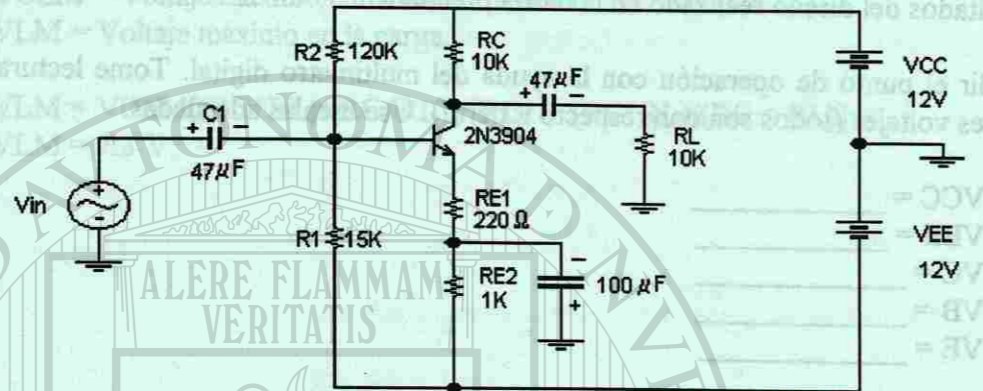

Figura 1. Amplificador Emisor Común.
1.- Crear el archivo EXP07.CIR con la información del amplificador emisor-común de la figura 1.